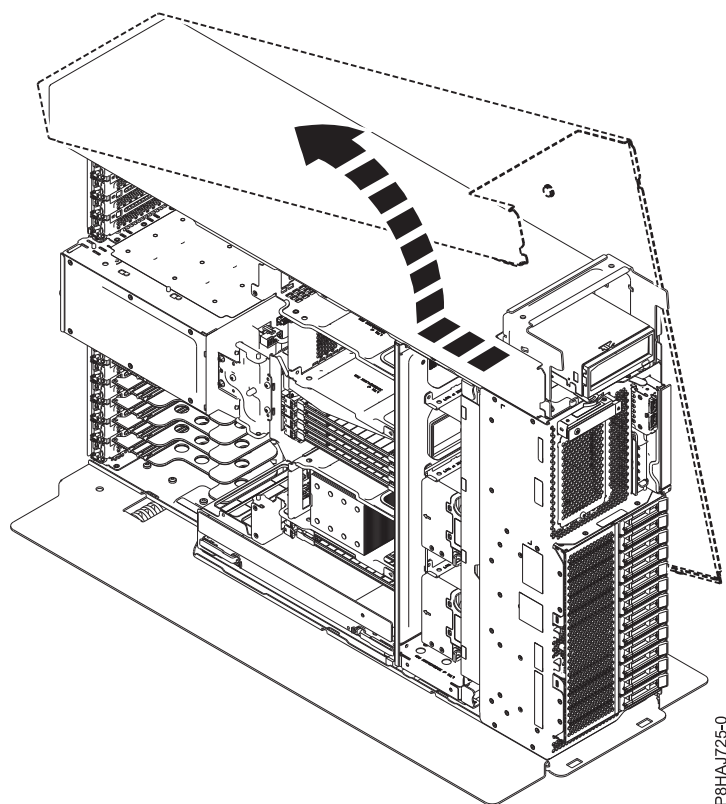

Figure 26. Retrait du capot latéral du système 8286-41A
5. Séparez le capot latéral du système en le faisant coulisser dans la direction indiquée figure 26.